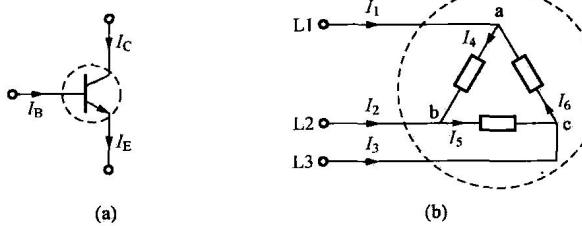

图 1-21 基尔霍夫电流定律推广到一个闭合面
(3) 基尔霍夫电流定律可推广到一个闭合面（也称为广义结点）。对于一个闭合面基尔霍夫电流定律仍然成立。在图 1-21 (a) 中的晶体三极管构成一个广义结点，其三个电极上的电流之和为零，即  $I_B + I_C - I_E = 0$ 。
**例 1.6.3** 图 1-21 (b) 中电阻作三角形连接，构成一个广义结点。已知  $I_1 = 3A$ ,  $I_4 = -5A$ ,  $I_5 = 8A$ , 试求  $I_2$ ,  $I_3$  和  $I_6$ 。